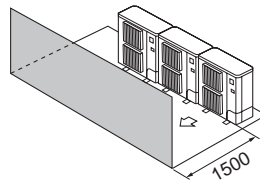

Fig. 2-14
- ③ Hindernisse nur auf der Vorderseite (Fig. 2-14)